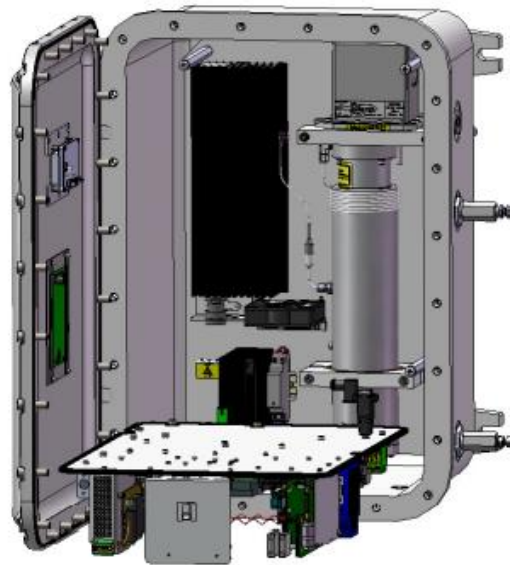

Abbildung 32. Abgesenkte Elektronikbaugruppe (obere Ebene), wodurch das Panel zur Probenaufbereitung freigelegt wird
12. Elektronikplatine abstützen, ohne sie vollständig aus dem Gehäuse zu entfernen. Siehe Abbildung 32.